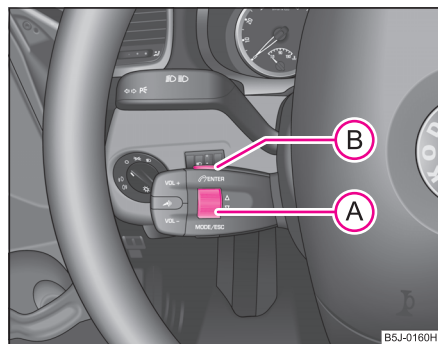

Abb. 114 Multifunktionsmodul: Bedientasten
- Durch langsames Drehen des Rändelrads (A) ⇒ Abb. 114 können Sie im Telefonspeicher nach einzelnen Namen bzw. Menüs blättern.
- Durch schnelles Drehen des Rändelrads (A) nach unten oder oben können Sie im Telefonspeicher von A bis Z bzw. von Z bis A blättern.
- Durch langes Drücken der Taste (B) oben gelangen Sie im Menü des Informationsdisplays immer um eine Ebene höher.
- Durch kurzes Drücken der Taste (B) wird das ausgewählte Menü angezeigt.